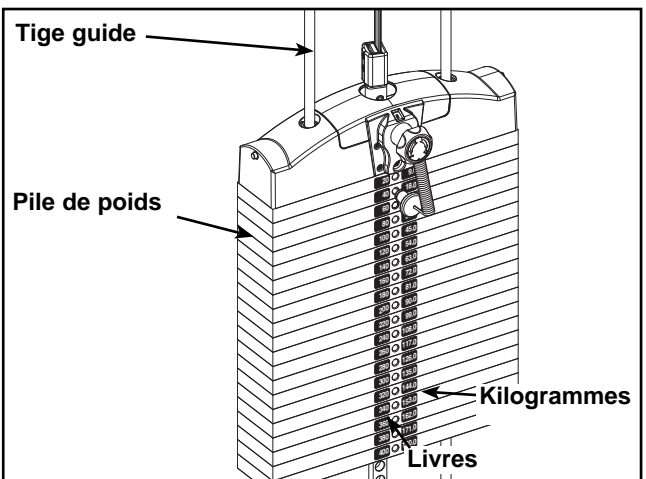

Figure 18
- E. Enlevez soigneusement la pellicule protectrice au recto en laissant les autocollants adhérer aux plaques de poids. Reportez-vous à la figure 18.